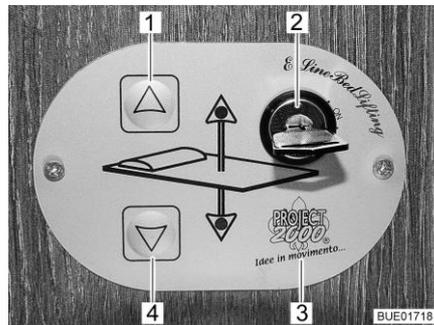
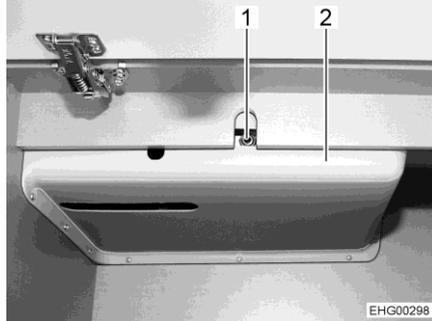

Bild 143 Bedienteil
Bild 147 Zugang zum Antrieb
- Bedienteil** Mit den Tasten (Bild 143,1 und 4) auf dem Bedienteil (Bild 143,3) wird das Hubbett abgesenkt oder angehoben. Mit dem Schlüsselschalter (Bild 143,2) wird das Bedienteil gegen unbefugte Benutzung gesichert.
- Schlüssel im Schlüsselschalter (Bild 143,2) um 90° im Uhrzeigersinn drehen. Das Bedienteil (Bild 143,3) ist aktiviert.
- Pfeiltaste (Bild 143,4) drücken und so lange gedrückt halten, bis das Hubbett in die gewünschte Position nach unten gefahren ist.
- Pfeiltaste (Bild 143,1) drücken und so lange gedrückt halten, bis das Hubbett in die Endstellung nach oben gefahren ist.
Notbetrieb Wenn sich das Hubbett mit den Pfeiltasten (Bild 143,1 und 4) nicht mehr bewegen lässt, zuerst die Sicherung hinter der Verkleidung (Bild 147,2) prüfen (siehe Abschnitt 9.10.1). Wenn die Sicherung in Ordnung ist und sich das Hubbett trotzdem nicht bewegen lässt, das Hubbett manuell bedienen.
- Beiliegende Kurbel oder Innensechskantschlüssel in die Aufnahme am Motor (Bild 147,1) stecken.